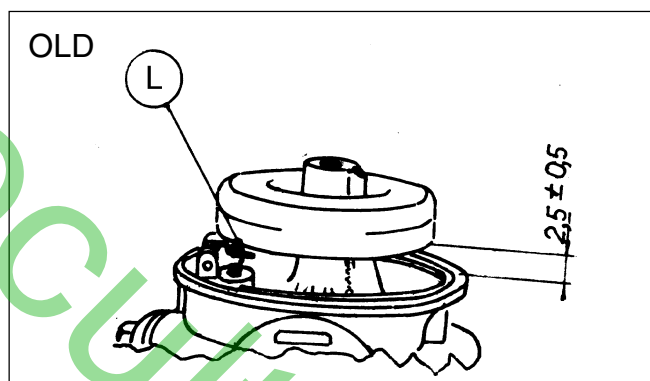

Fig. 16
- Contrôler le niveau du flotteur comme suit: retourner le corps du carburateur avec le flotteur monté et contrôler le jeu entre le corps et le flotteur du côté opposé à l'articulation. Le jeu devrait être de 3/32" (2,5 mm +/- 0,5) (voir Fig. 16).
ATTENTION - il existe en production des flotteurs en plastique avec lesquels il n'est pas possible de régler le niveau. Si la mesure de la Fig. 16 n'est pas respectée, il faut remplacer le flotteur.